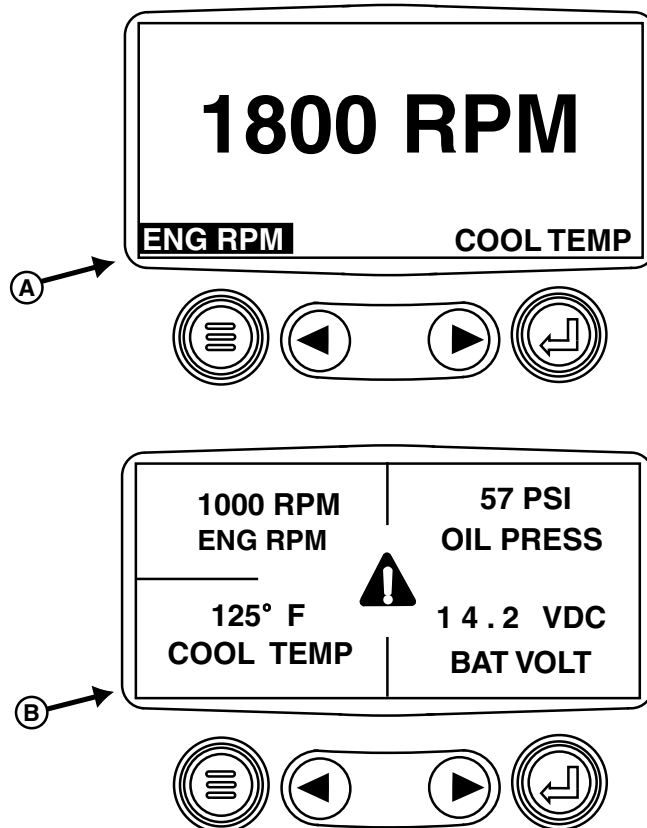

Abb. 1. 1- und 4-Parameter-Anzeige
Die PowerView-Diagnoseanzeige wird zur Anzeige von Motorparametern benutzt. Es können zwei Anzeigemodi ausgewählt werden: Ein Modus zeigt einen einzelnen Parameter, Einzelanzeige (A), der andere zeigt vier auswählbare Parameter, Vierfachanzeige (B). Beim Anschalten zeigt das Anzeigegerät standardmäßig den zuletzt ausgewählten Modus. Beispiele für beide Modi sind in Abbildung 1 dargestellt.